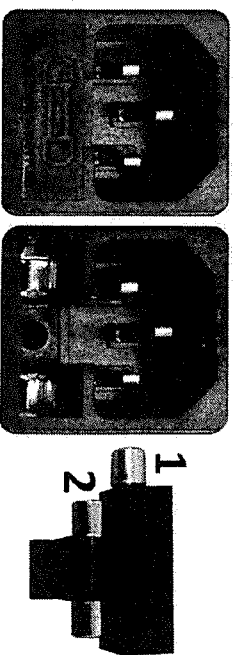

Рисунок 2
На задней стенке корпуса имеется разъем для подключения сетевого кабеля со встроенным блоком предохранителей (Рисунок 2). На ниж-
- В блоке сетевых предохранителей (Рисунок 2) находятся запасной предохранитель 1 и рабочий предохранитель 2.